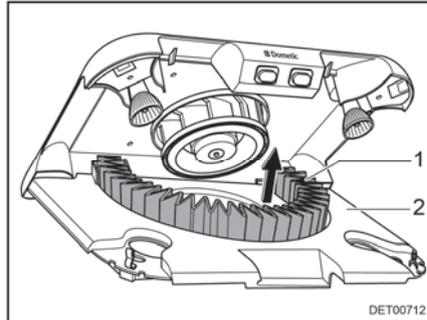

Fig. 129 Sostituire il filtro a carboni attivi
- Estrarre il filtro a carboni attivi (Fig. 129,1) dalla parte superiore del supporto.
- Spingere il supporto filtro (Fig. 129,2) verso l'alto finché non si innesta.